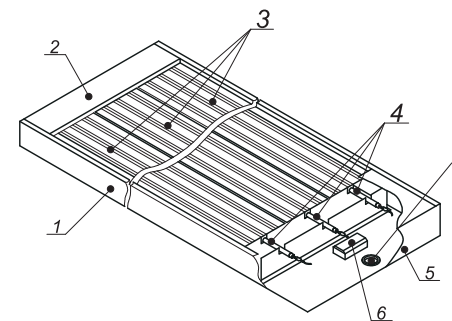

Рис. 2. Обогреватели IRH-3 и IRH-4
6.4.1 Снять крышку 5 (см. рисунок 2), вывернув винты крепления. Открыть пакет с комплектом монтажных деталей. Для IRH-3 и IRH-4 пакет с комплектом монтажных деталей находится в упаковочной коробке.
6.5.4 Установить крышку поз. 5 (рис. 2), затянув винты крепления.